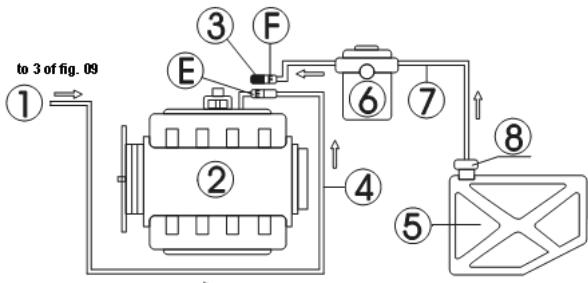

Рис. 10
Подключение шлангов двигателя без возвратного шланга, как показано на Рис. 10.
- Отсоединить шланги подачи топлива (E, F) топливной системы двигателя (при отсоединении соединителя обернуть его куском ткани), и затем подобрать необходимый соединитель и подсоединить его к концу шланга E. Снова подсоединить топливный выпускной шланг установки и подвесить шланг возврата топлива. См. Рис. 10.
- 2) Закрыть другой конец отсоединеного конца шланга (F) надлежащей заглушкой, (использовать в том случае, если топливный насос имеет только функцию возврата топлива) или снять предохранитель топливного насоса, или отсоединить кабель питания топливного насоса.